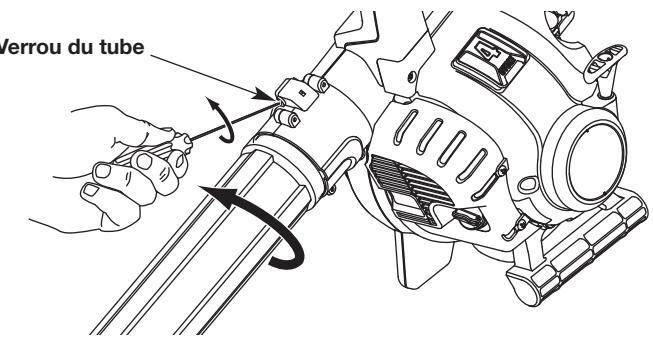

Fig. 1
1. Insérez un tournevis à tête plate dans le verrou du tube. Tournez le tournevis d'un quart de tour dans le sens antihoraire et maintenez-le en place (Fig. 1).
2. Tordez le tube de la souffleuse dans le sens antihoraire jusqu'à ce qu'il se débloque de la sortie de la souffleuse (Fig. 1).